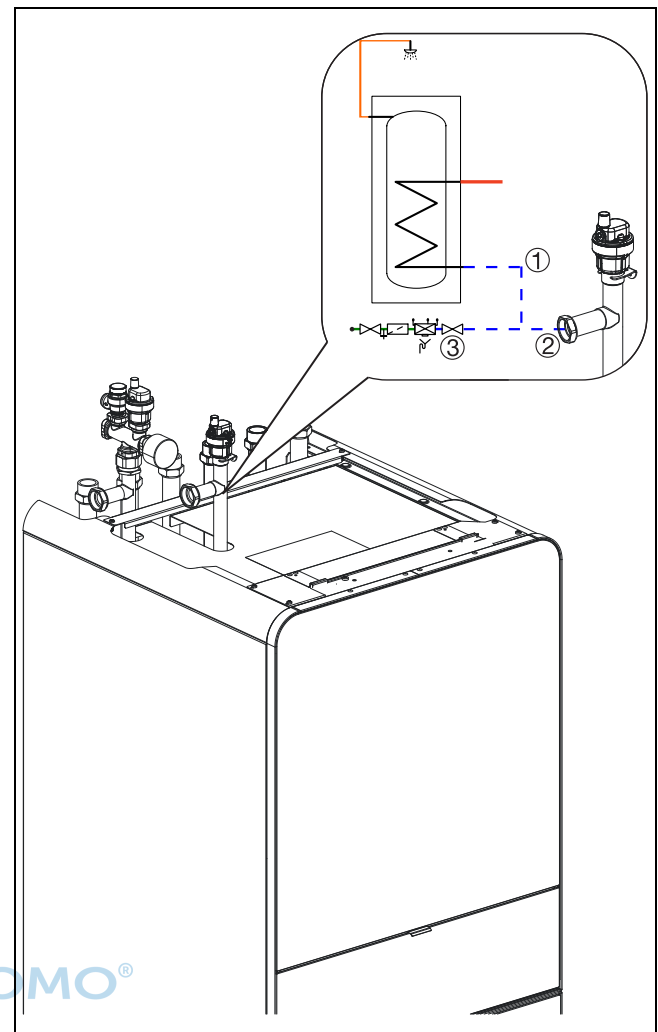

Bild 8 Die Befüllung der Heizungsanlage und der Heizkörper muss über die Rücklaufleitung zur Wärmepumpe erfolgen.
- ▶ Die WW-Rohrleitungen zwischen der Inneneinheit und dem seitlich platzierten Warmwasserspeicher installieren. VW2 Füllhahn am Rücklaufrohr der WW-Rohrwendel (kalt) installieren, siehe Abb. 8.